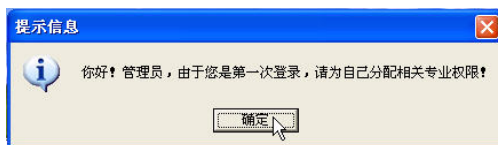

图 3-3-03 【第一次登陆】提示界面
2. 选择质控专业：再次运行 CLInetLabIQC 系统时，将显示如图 3-3-03 所示的【第一次登陆提示】界面。